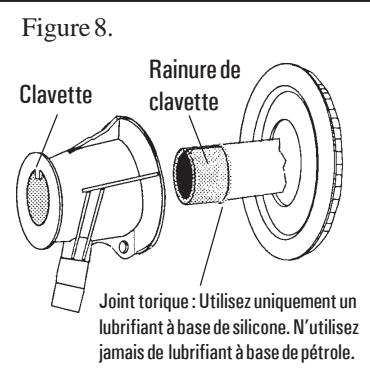

Figure 8.
15. Prenez le bloc ampoule et passez-le à travers l'orienteur d'écoulement. Observez la rainure de clavette sur le bloc ampoule, représentée dans la figure 8 : elle doit être dirigée dans le même sens que la clavette située dans la partie supérieure du raccord.
- Prenez le nouveau bloc ampoule, le bouchon/tampon rouge étant bien en place, et passez-le à travers l'orienteur d'écoulement. Observez la rainure de clavette sur le bloc ampoule, représentée dans la figure 8 : elle doit être dirigée dans le même sens que la clavette dans la partie supérieure du corps du raccord.